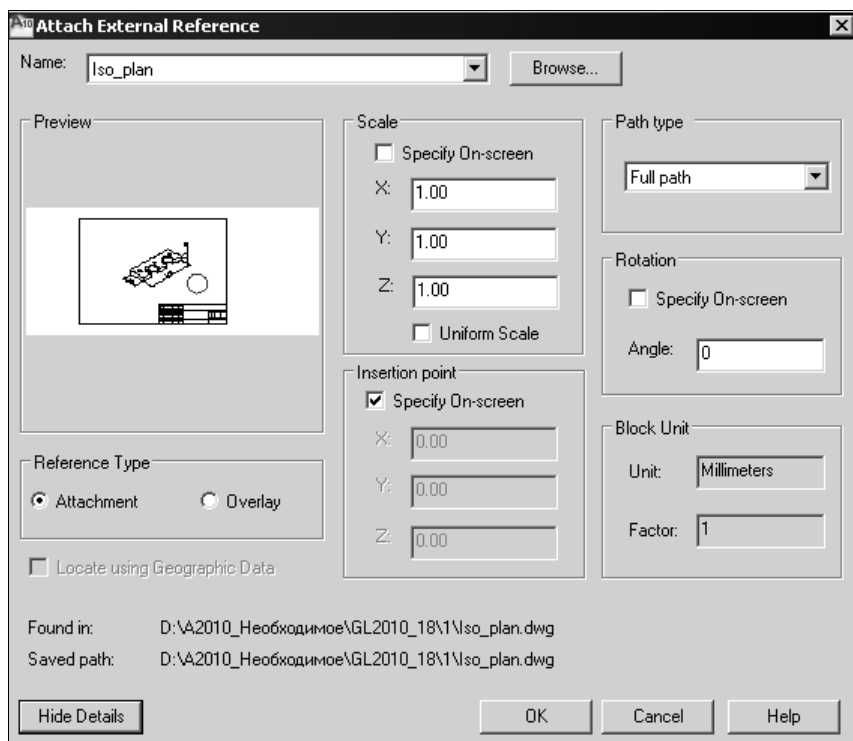

Рис. 18.3. Диалоговое окно для настройки параметров вставки внешней ссылки
2. В диалоговом окне **Select Reference File** (Выбор файла внешней ссылки) выберите необходимый файл с рисунком и щелкните мышью на кнопке **Open** (Открыть). Появится диалоговое окно **Attach External Reference** (Внешняя ссылка) (рис. 18.3).
4. Из появившегося контекстного меню выберите **Attach as Xref** (Вставить ссылку). Появится диалоговое окно **Attach External Reference** (Внешняя ссылка) (см. рис. 18.3).